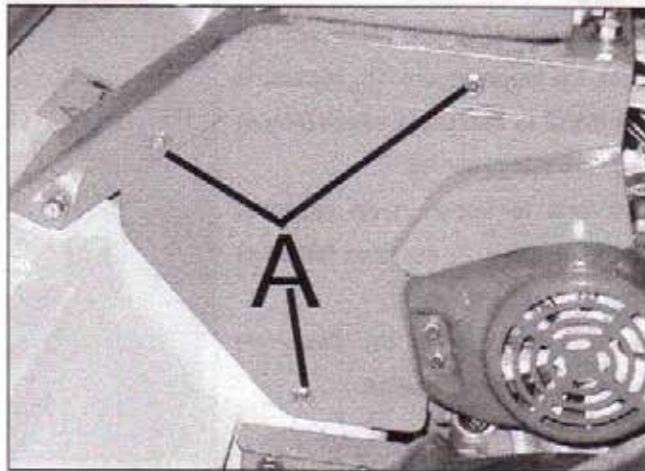

Figure 12
- Déposez en dévissant ses trois vis, le carter gauche se trouvant à côté du bloc de transmission hydrostatique (figure 12, repère A).